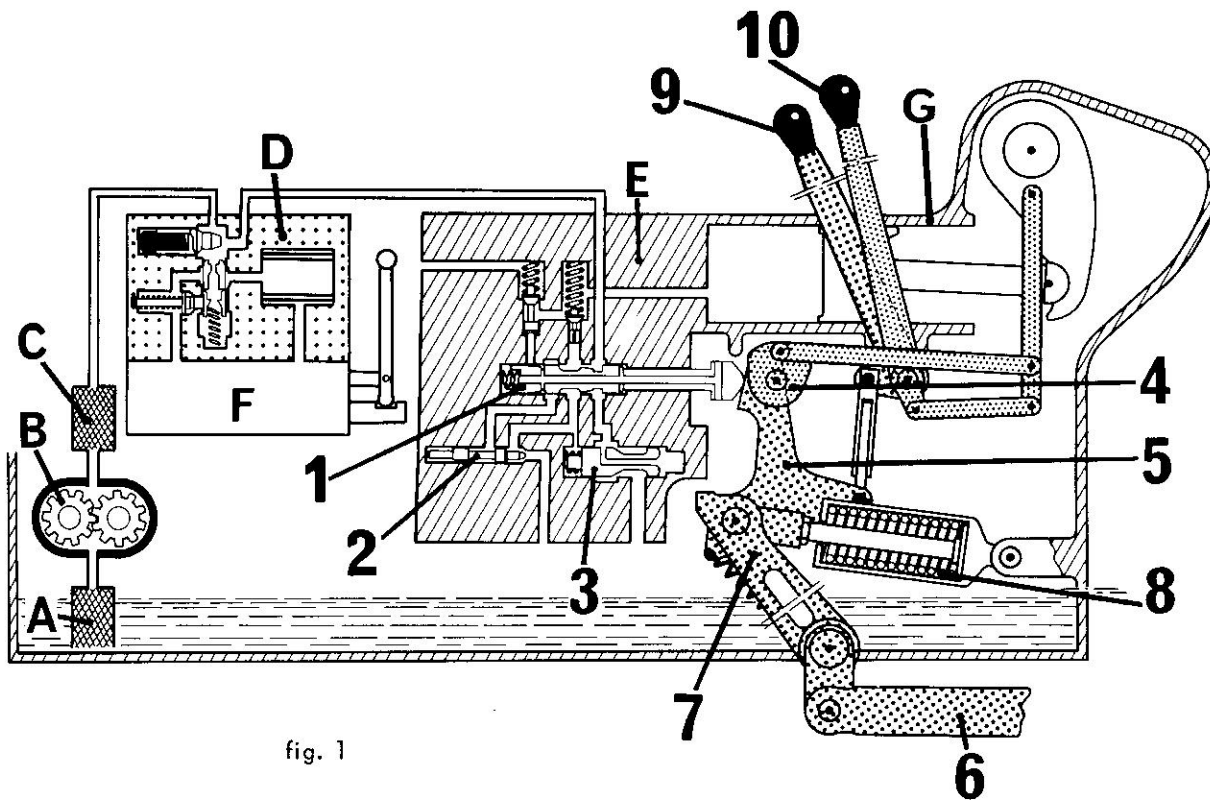
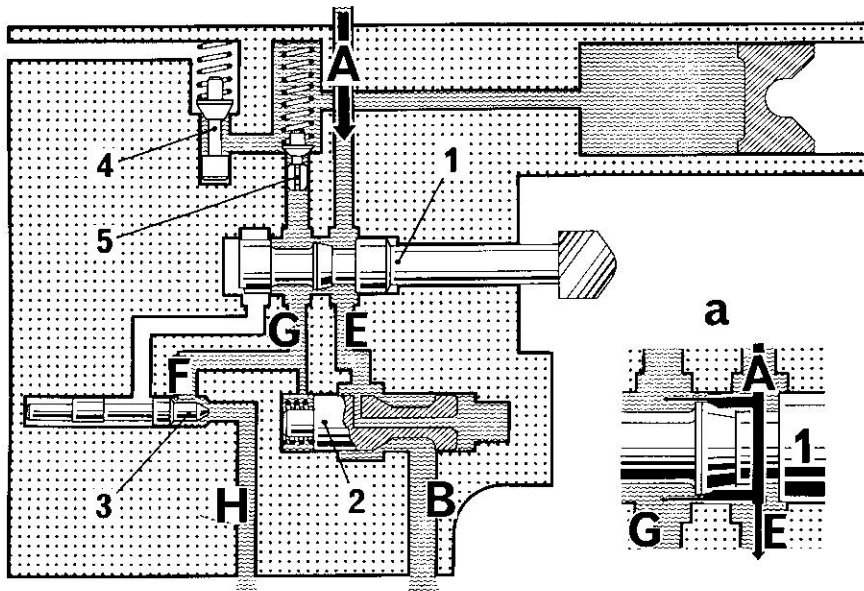

fig. 1
fig. 2
La came (fig. 1) comporte une zone pour la descente (2) et une zone pour la montée (1). Entre ces deux zones se trouve la position neutre (fig.2).
Lorsque l'effort exercé sur les barres de traction par l'outil au travail est équilibré par l'effort du ressort de compensation (2) le tiroir de distribution (3) se trouve en position neutre (fig.1). Si l'effort de traction augmente, le levier de détection (4) se déplace, pousse le tiroir (3) vers la gauche en position montée, l'outil est alors soulevé jusqu'à ce que l'effort primitif soit rétabli (fig. 2).